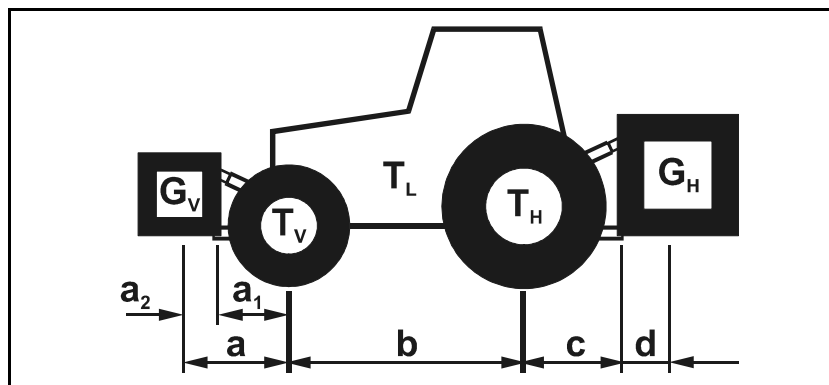

Fig. 25
- Die Unterlenker des Traktors mittels Unterlenkerbolzen (Fig. 25/1) an die unteren Kupplungspunkte der Maschine anbauen und mit Klappstecker (Fig. 25/2) sichern.
- Den Oberlenker des Traktors mittels Oberlenkerbolzen (Fig. 25/3) an den oberen Kupplungspunkt der Maschine anbauen und mit Klappstecker (Fig. 25/4) sichern.